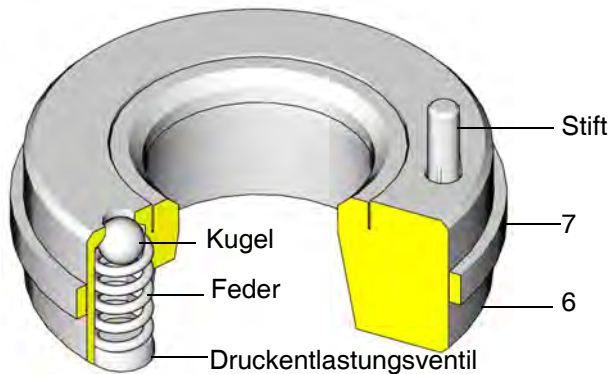

ABB. 2. Einlasssitz mit Druckentlastungsventil
2. Den im **Materialeinlassgehäuse** (15) eingegossenen Text als Hilfestellung beim Einbau des Entlastungsventil-Einlasssitzes (6★) verwenden. Der Stift (Siehe ABB. 2) auf dem Sitz muss in Richtung Materialeinlassgehäuse (15) zeigen. Der Stift begrenzt die Positionierung auf dem Sitz (6★); hierdurch wird sichergestellt, dass das Entlüftungsloch nicht durch einen Teil des Gehäuses versperrt ist.
- Einlasssitze (33★) ohne Entlastungsventil an der rechten Seite des Materialeinlassgehäuses (15) installieren.